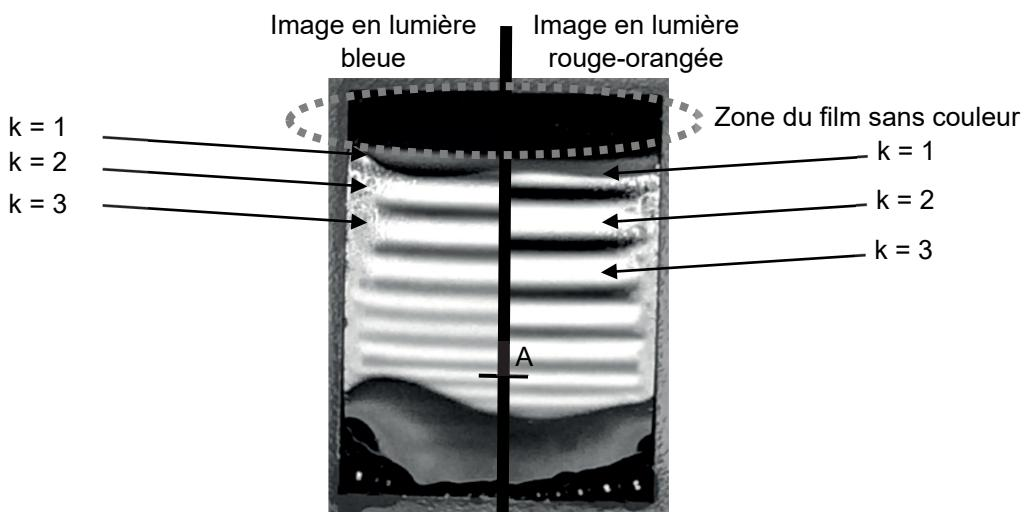

Figure 5. Montage photo des résultats des deux expériences
- 2.3.** La zone sans couleur de la figure 5 en haut du support correspond à une épaisseur de film très faible. On obtient alors des interférences destructives. On observe qu'au cours du temps la surface de cette zone s'étend vers le bas. Proposer une explication.
- 2.4.** Sur la photo de la figure 5, au niveau du point A, on observe des interférences constructives à la fois en lumière bleue et en lumière rouge-orangée. Déterminer l'épaisseur du film de savon au point A afin de rendre compte de ces observations.